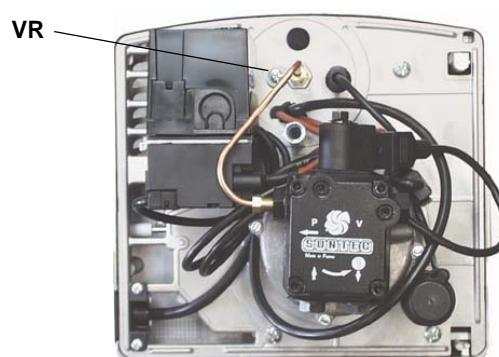
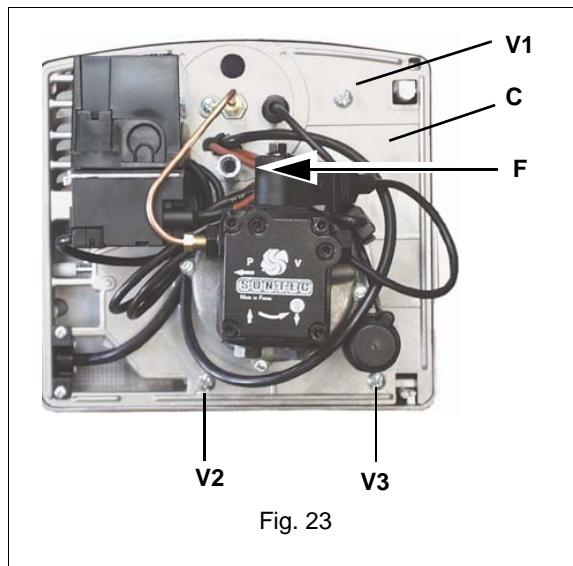

Fig. 22
Fig. 23
- 1 Agganciare la piastra in uno dei modi indicati in Fig. 22 e Fig. 23 per facilitare le operazioni di manutenzione.
⚠ ATTENZIONE: gli elettrodi (E in Fig. 23) devono essere posizionati lateralmente alla testa di combustione.
⚠ NOTA: Nel rimontare la piastra componenti, fare attenzione che il perno della serranda entri nell'apposita sede B (vedere Fig. 23).